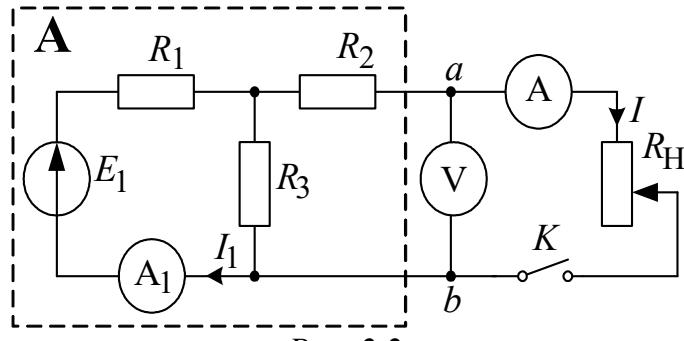

Рис. 2.2.
где  $R_H = U_{ab}/I$  – сопротивление нагрузки (рис. 2.2),  $R_\Gamma$  – сопротивление генератора,  $J_\Gamma = I_{K3}$ .
Схема приведена на рис. 2.2. Часть цепи, обведенная пунктиром, представляет собой активный двухполюсник с источником постоянной ЭДС  $E = 15$  В и сопротивлениями  $R_1$ ,  $R_2$ ,  $R_3$ , значения которых следует выбрать из табл. 1.1 согласно варианту, указанному преподавателем.
3. Определите в общем виде аналитически  $E_\Gamma$  и  $R_\Gamma$  для схемы рис. 2.2, полагая  $E, R_1, R_2, R_3$  известными.
2. Собрать цепь по схеме рис. 2.2 и в режимах холостого хода ( $R_H=\infty$ ) и короткого замыкания ( $R_H=0$ ), а также при пяти значениях со-